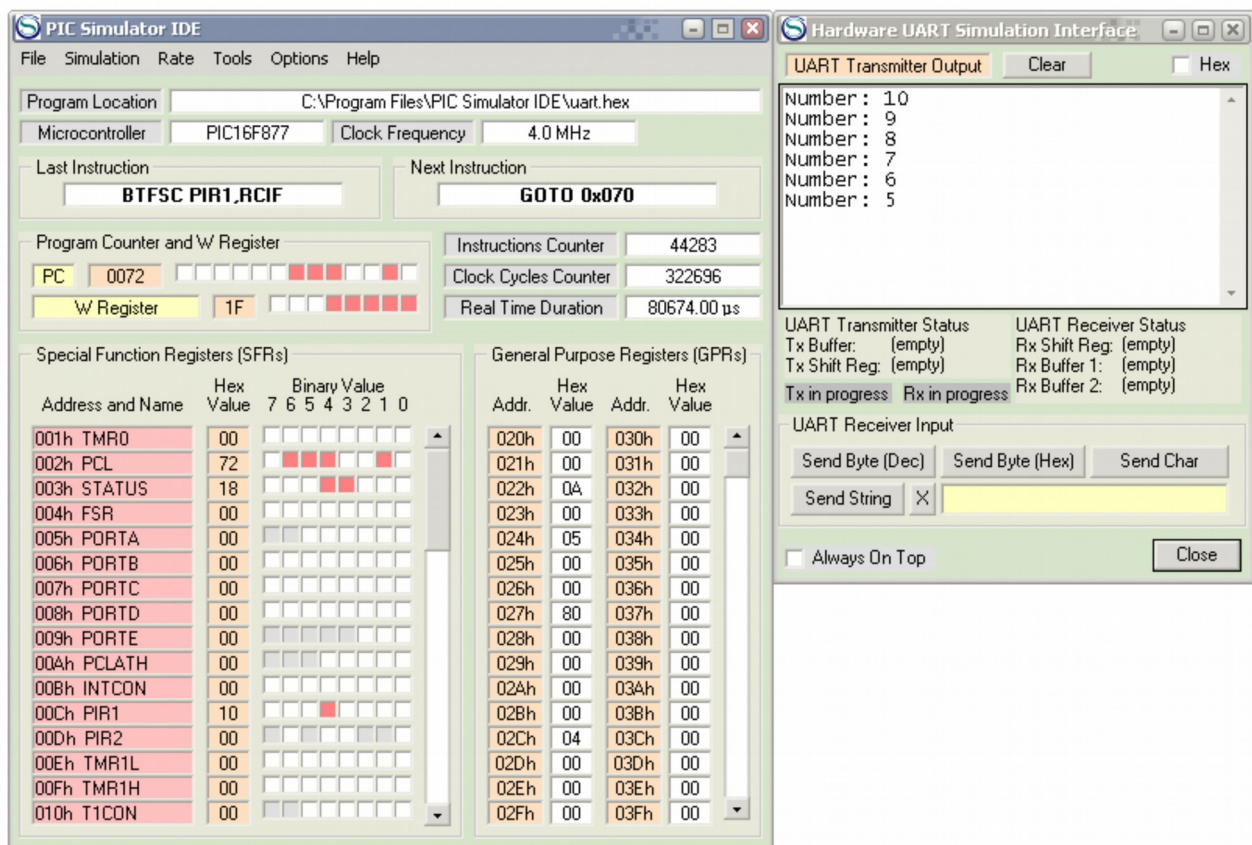

Рис. 6 Вигляд екрану з виконуваною програмою «Прийм і передача даних з "апаратного" UART і відображення даних на LCD екрані»
- Вигляд екрану з виконуваною програмою показаний на рис. 6.